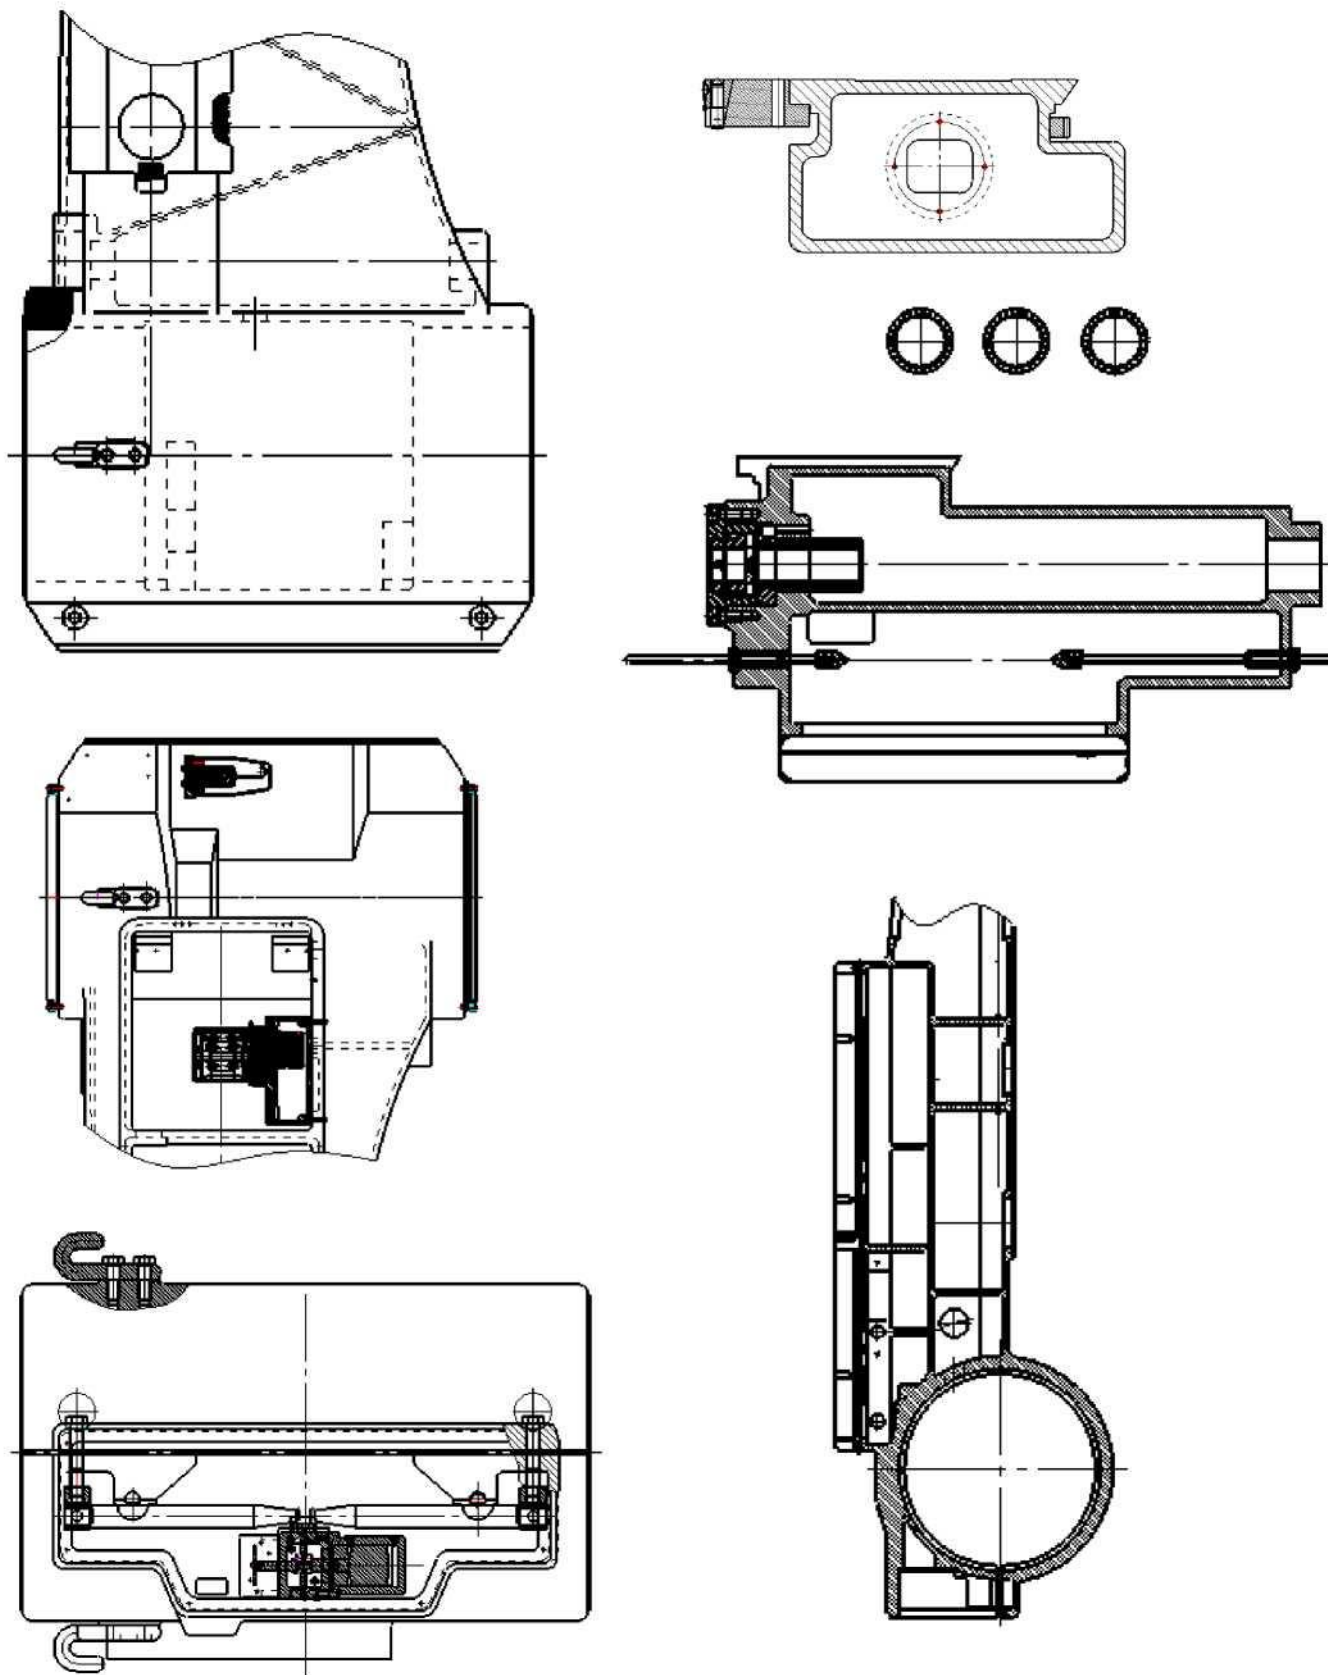

Рис. 10-7 Зажатие головки шпинделя
7. Зажатие головки шпинделя (Рис. 10-7)